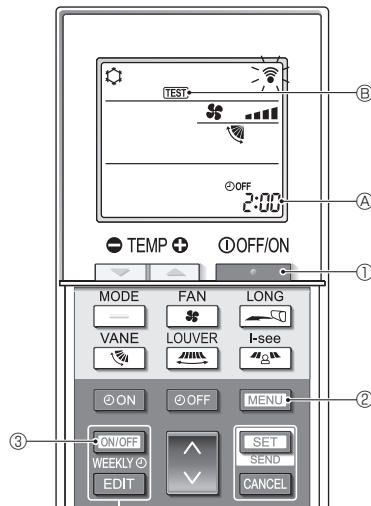
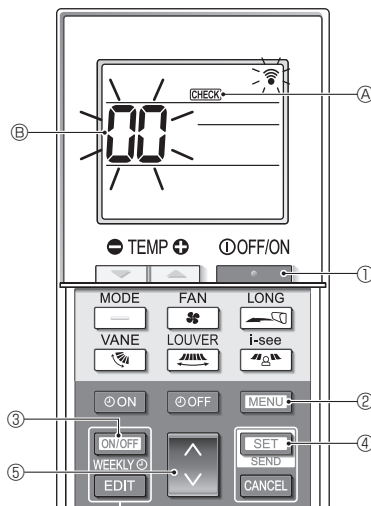

Fig. 7-4
Fig. 7-5
■ Փորձնական գործարկում (Fig. 7-4)
1. Սեղմեք **TEST** կոճակը ①՝ օդորակիչը անջատելու համար:
- Եթե շաբաթական ժամանակացույցը միացված է (**WEEKLY** միացված է), սեղմեք **ON/OFF WEEKLY** կոճակը ③ այն անջատելու համար (**WEEKLY** անջատված է):
2. Սեղմած պահեք **MENU** կոճակը ②՝ 5 վայրկյանի ընթացքում:
3. Սեղմեք **MENU** կոճակը ②:
- **TEST** ③ հայտնվում է և բլոկն անցնում է փորձնական գործարկման ռեժիմին:
- Սեղմեք **TEST** կոճակը ①-ը փորձնական գործարկումը կանգնեցնելու համար:
■ Ինքնաստուգում (Fig. 7-5)
- Եթե շաբաթական ժամանակացույցը միացված է (**WEEKLY** միացված է), սեղմեք **ON/OFF WEEKLY** կոճակը ③՝ այն անջատելու համար (**WEEKLY** անջատված է):
- **CHECK** ④ հայտնվում է և բլոկն անցնում է ինքնաստուգիչ ռեժիմին:
3. Սեղմեք **+** կոճակը ⑤ ներքին բլոկի սառնագենտի հասցեն (M-NET հասցեն) ⑥, որի համար դուք ցանկանում եք ինքնաստուգում կատարել:
4. Սեղմեք **SET** կոճակը ④:
5. Սեղմեք **TEST** կոճակը ①:
- **CHECK** ④ և սառնագենտի հասցեն (M-NET հասցեն) ⑥ անջատվում են և ինքնաստուգումն ավարտվում է: